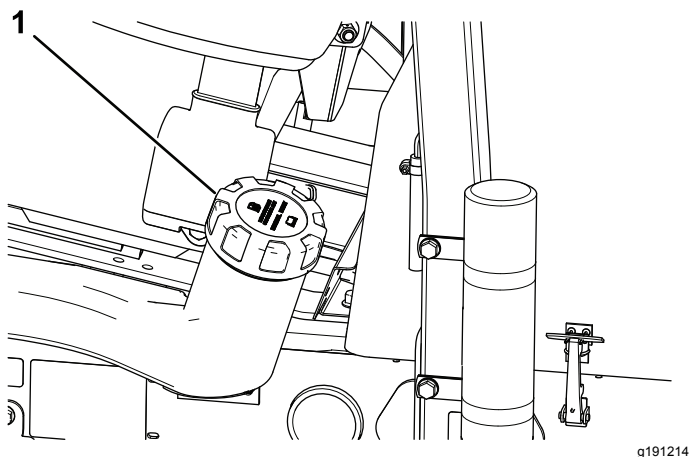

Figura 38
1. Limpe a zona em torno da tampa do depósito de combustível (Figura 38).